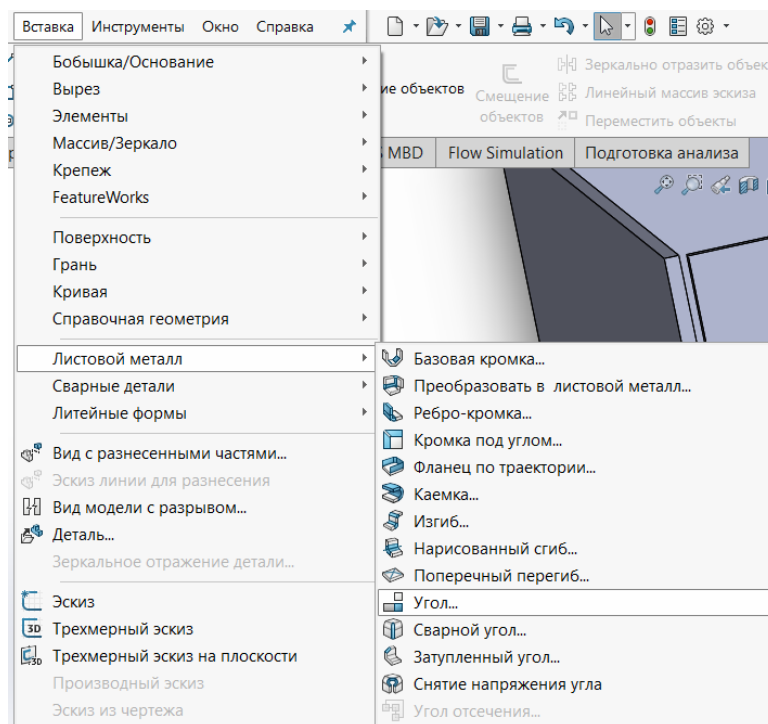

Рисунок 7 – выбор угла
9. Нажать **Вставка – Листовой металл – Угол** (рис. 7)